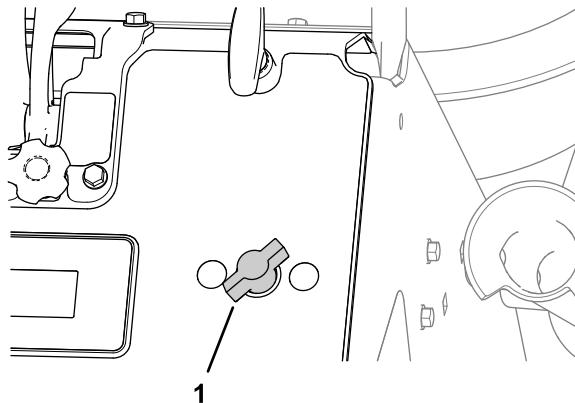

Figure 60
- Pour augmenter la pression de la pompe fournie à l'applicateur manuel, tournez la commande de pression de l'applicateur dans le sens antihoraire (Figure 60)
- Pour réduire la pression fournie à l'applicateur manuel, tournez la commande dans le sens horaire (Figure 60).
- Pour couper la pression fournie à l'applicateur, tournez la commande de pression dans le sens horaire jusqu'à ce que la vanne de la commande soit fermée (Figure 60).
6. Tournez la commande de pression de l'applicateur manuel dans le sens horaire à la position ARRÊT (Figure 60).